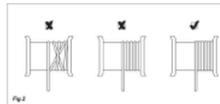

Fig. 2
- Säkerställ före användning att wiren är korrekt lindad runt trumman, se bild 2.